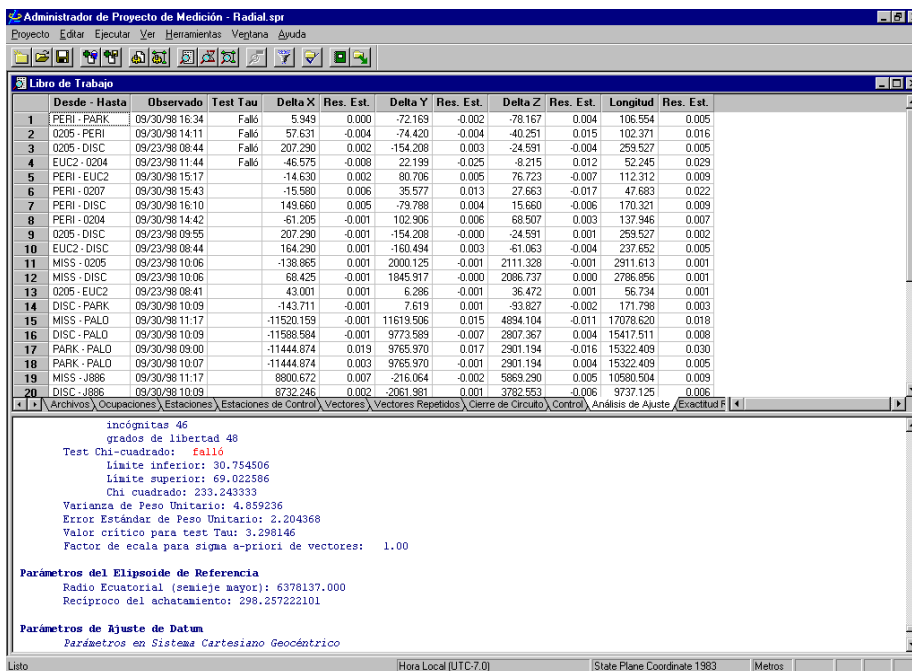

Figura 14.10. Resultado de Ajuste Libre
27. Luego ajuste el **Cuadro de Mensaje** y avance para ver la información de chi-cuadrado (Figura 14.10).